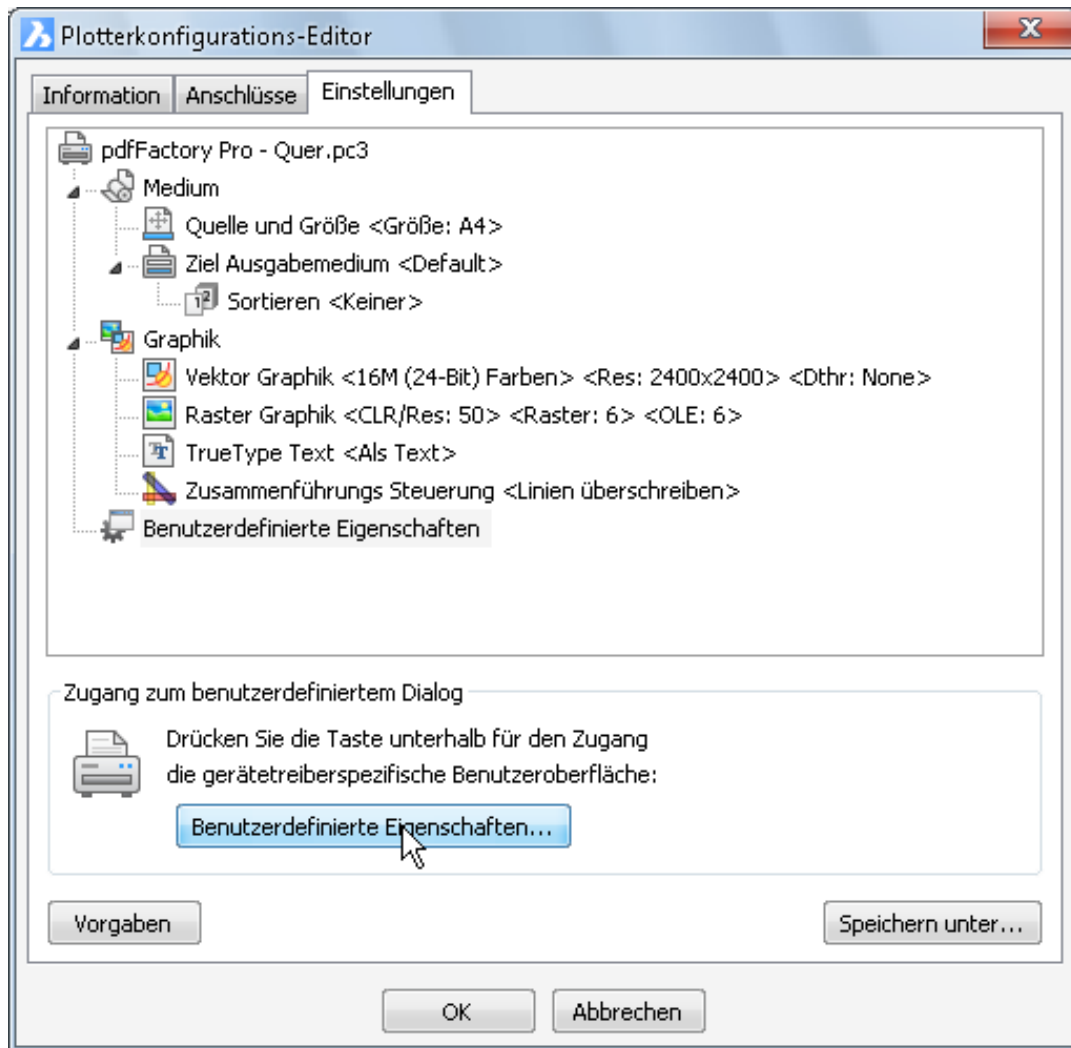

Bild 1.3 – Benutzerdefinierte Eigenschaften des pdfFactory-Druckers
- Wechseln Sie dann zur Registerkarte *Einstellungen* und klicken Sie auf *Benutzerdefinierte Eigenschaften* (Abb. 1.3).